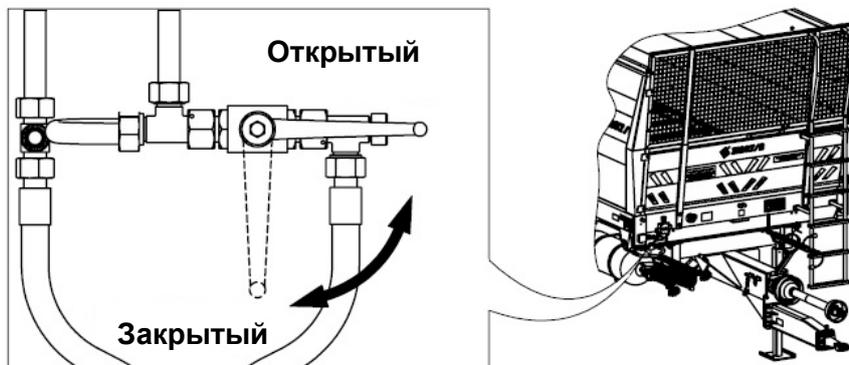

Рисунок 22-й Клапан, блокирующий перемещение напольного конвейера
- 2) Установите рычаг клапана, блокирующего перемещение конвейера, в положение «открыт» - рисунок 22.